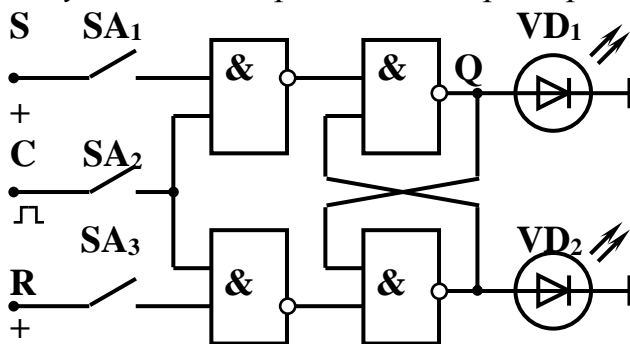

Рисунок 2. Синхронный RS-триггер
5. Собираем электрическую схему цепи (рисунок 2) и предъявляем ее для проверки преподавателю.